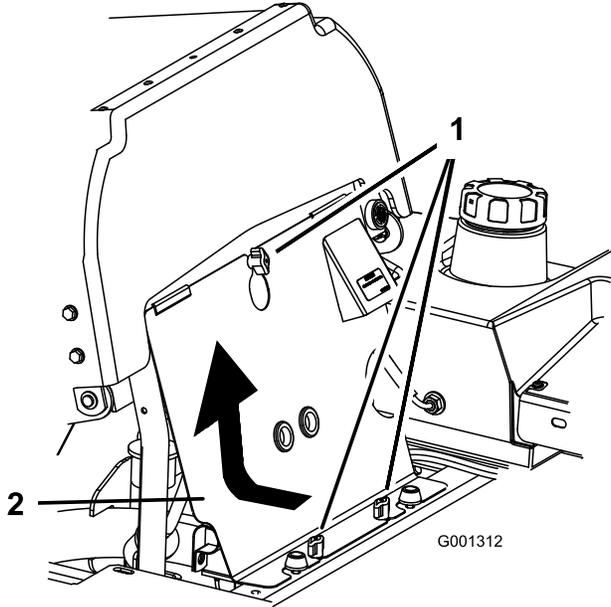

Figura 40
1. Incline el asiento hacia adelante y retire el panel delantero del motor (Figura 40).